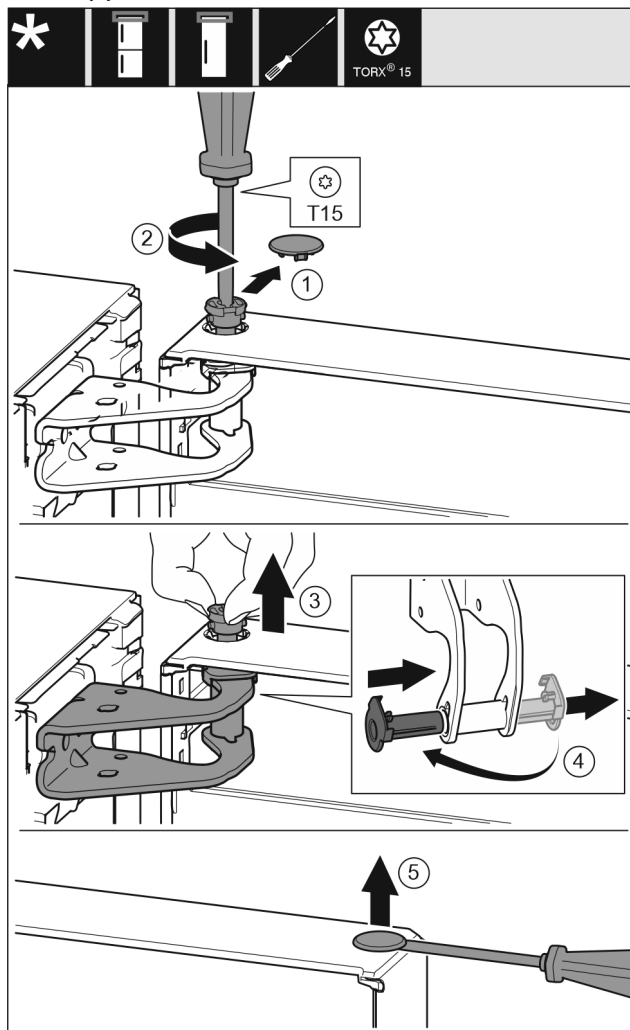

Fig. 9
- Oprezno skinite sigurnosni pokrov. Fig. 9 (1)
- Odvijačem T15 malo odvijte svornjak. Fig. 9 (2)
- Čvrsto držite vrata i prstima izvucite svornjak. Fig. 9 (3)
- Izvucite čahuru ležaja iz vodilice. Umetnite s druge strane i pustite da uskoči. Fig. 9 (4)
- Ravnim odvijačem oprežno podignite čep iz čahure ležaja vrata i izvucite ga. Fig. 9 (5)